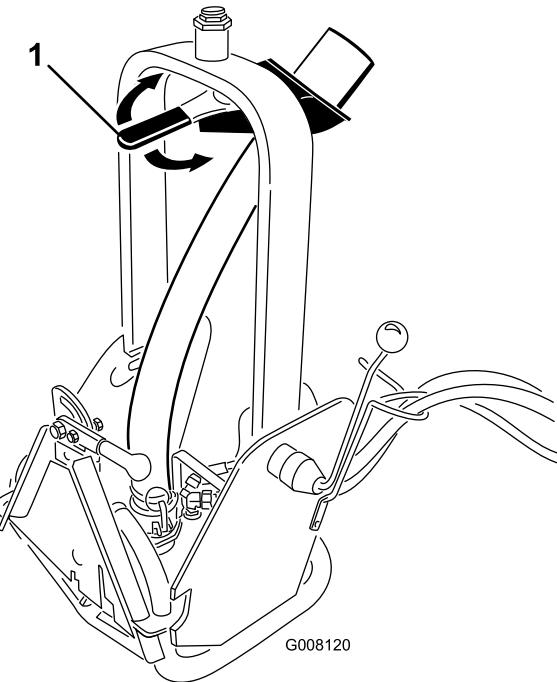

図 7
2. 水を飛ばす方向の調整は、ノズル・ハンドル図7で行います。
注 ハンドル・ノズル図7の抵抗を強または弱く調整したい場合には、ピボット・タワーの上部についている大きいナットのトルクを調整します。